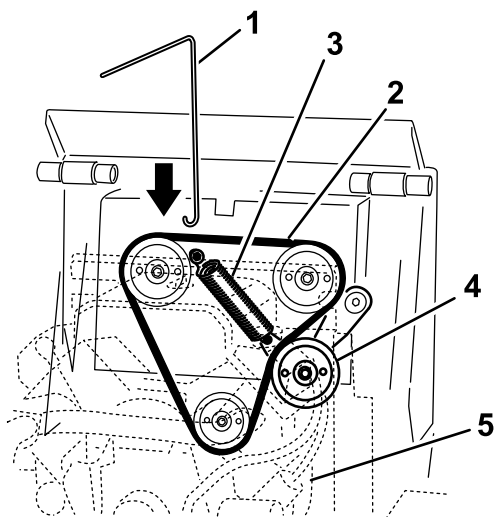

Bild 45
3. Verbinden Sie den Haken am Werkzeug für die Federentfernung mit dem Haken der Spannscheibenfeder, nehmen Sie die Feder dann vom Bolzen ab, siehe Bild 45.